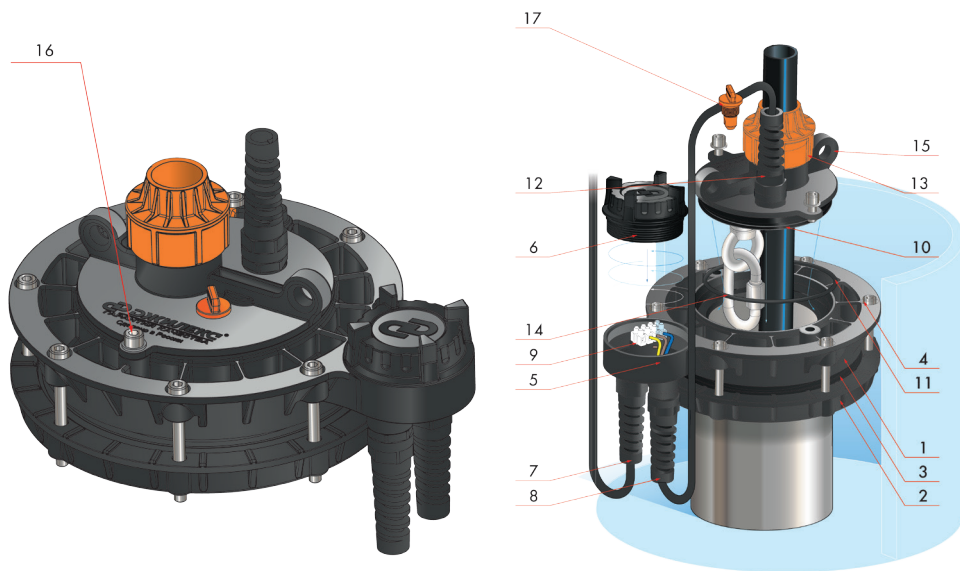

Рисунок 4
Оголовок скважинный ПБ (рисунок 4).
Для монтажа оголовка ПБ выполняются те же операции, что и для оголовка П. Дополнительно нужно зафиксировать съемную крышку (10) с помощью двух винтов с шайбами (рисунок 4).